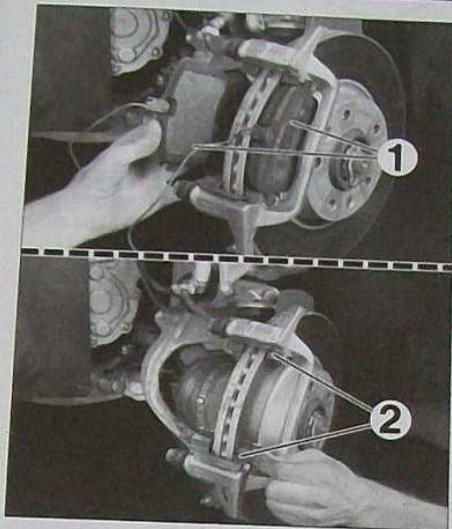

FIG. 3
- les plaquettes (1) (Fig.3).
- les agrafes ressort (2).